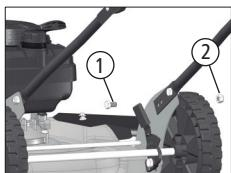
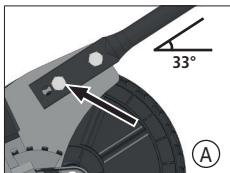
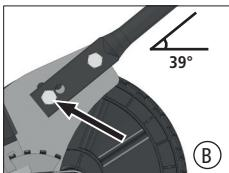
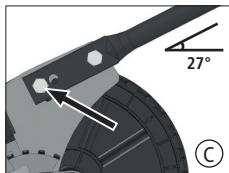

Fig. 07
Fig. 08
Fig. 09
Fig. 10
Para fazer a regulagem da altura do braço do cortador, remova o parafuso (1) e a arruela (2), que prendem o braço inferior [Fig. 07]. Agora escolha uma das 3 alturas de regulagem "A" [Fig. 08], "B" [Fig. 09] e "C" [Fig. 10]. Após isso, insira o parafuso (1) e a arruela (2) na posição escolhida e aperte-os firmemente.